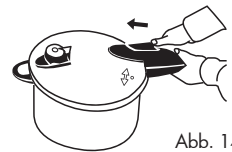

Abb. 14
a) Verriegelung zur Deckelmitte schieben (Abb. 14).